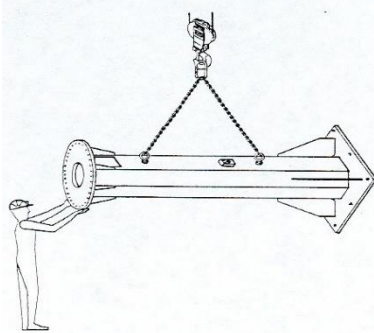

Abb. 8
- Die geeigneten Anschlagmittel an den vorgesehenen Punkten (Abb. 8) befestigen und die Kranteile sowie das Zubehör vorsichtig in den zur Abladung vorbereiteten Bereich befördern. Dabei sind Schwankungen, Schaukelbewegungen und Schwerpunktverlagerungen zu vermeiden.